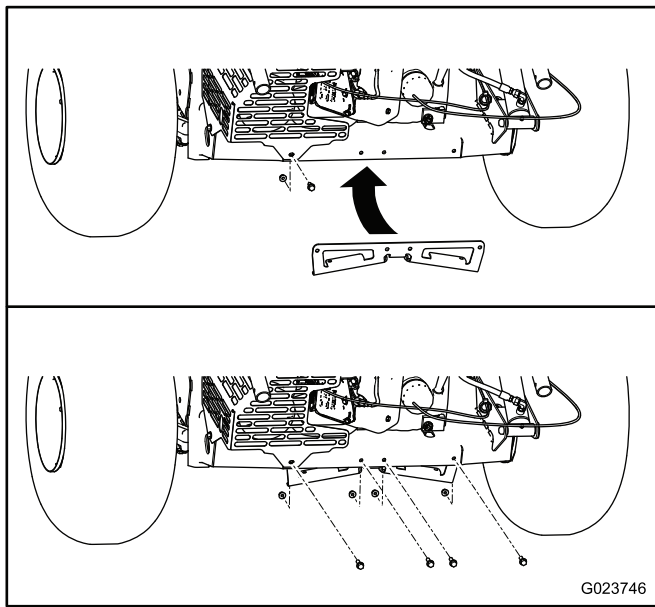

Figura 14
1. Retire a porca e o parafuso que prende a proteção do abafador à parte de trás da máquina (Figura 14).
3. Prenda o suporte da estrutura com quatro parafusos (5/16 x 1 pol.) e quatro porcas de bloqueio flangeadas (5/16 pol.); consulte a Figura 14.